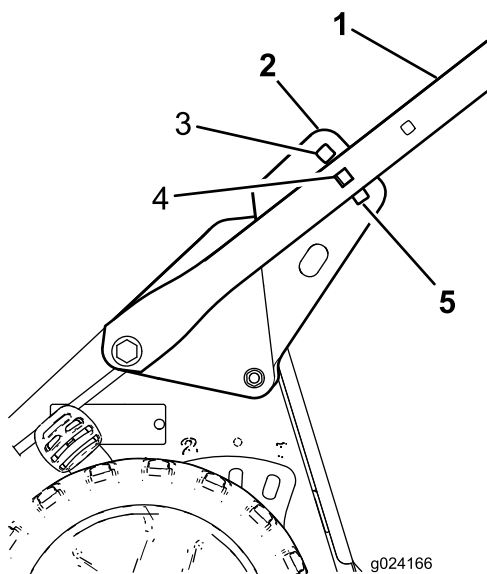

Figura 5
5. Sitúese en la posición del operador para determinar la altura del manillar que le resulte más cómoda (Figura 5).